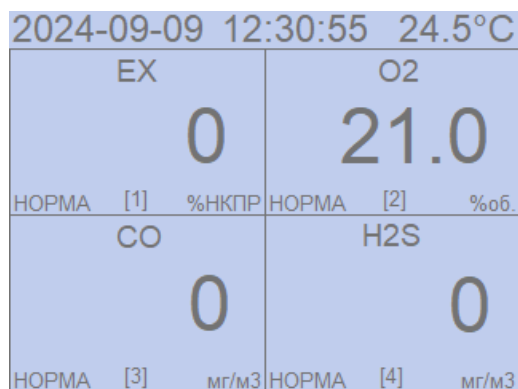

Рисунок 36 – Главный экран
3.5.6.2 По окончании прогрева газоанализатор переключается на главный экран (рисунок 36). На главном экране отображается от 2 до 6 контролируемых газов, текущая дата и время. В правом верхнем углу попеременно отображается текущая температура и относительная влажность. В окне каждого газа дополнительно отображаются: единица измерений, номер сетевого адреса канала для передачи RS-485 и статус канала (НОРМА - норма, П1 – порог 1, П2 – порог 2, МАХ – превышение диапазона измерений).